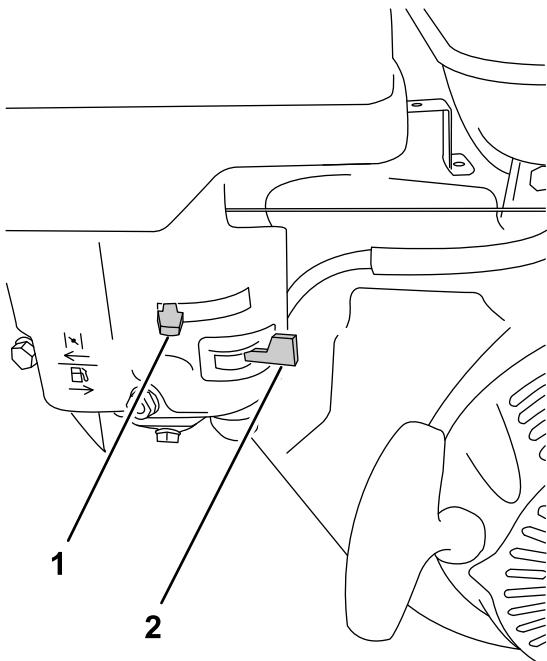

Bild 14
1. Bewegen Sie den Kraftstoffhahn in die Stellung EIN (Bild 14).
3. Positionieren Sie den Choke folgendermaßen (**Bild 14**):